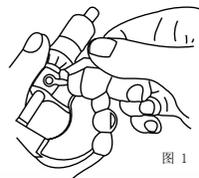

图 1
- 当校准误差为小于或等于 $\pm 0.01\text{mm}$ (图1和图2)时